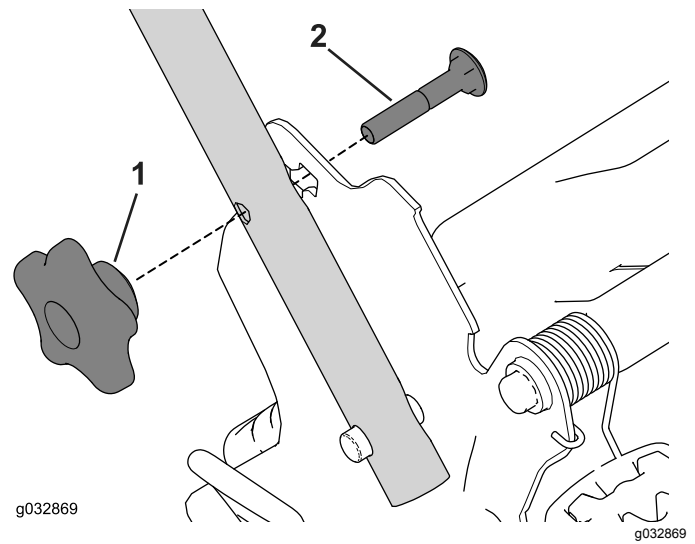

Figura 29
2. Retire y guarde los 2 pomos del manillar y los 2 pernos de cuello cuadrado de los soportes del manillar (Figura 29).